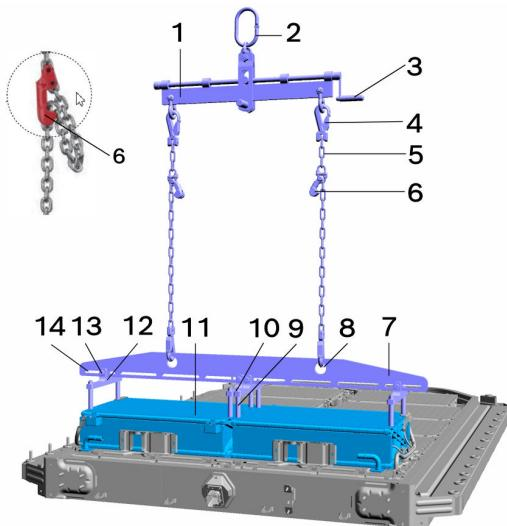

Figure 7: Levage de deux modules de batterie
- Utiliser les crochets raccourcisseurs (6) pour ajuster la longueur des élingues en chaîne (5) comme sur la Figure 7.